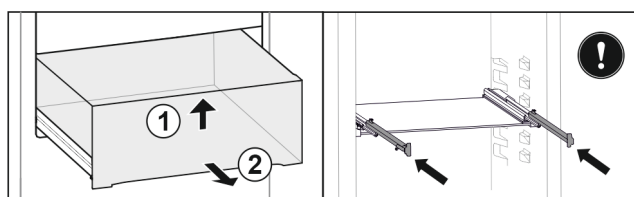

Fig. 85
- ▶ 抬起抽屉前部。 Fig. 85 (1)
- ▶ 朝前取出抽屉。 Fig. 85 (2)